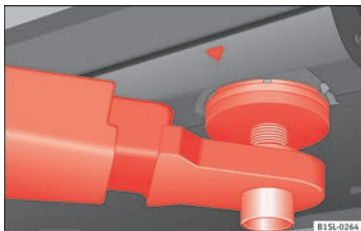
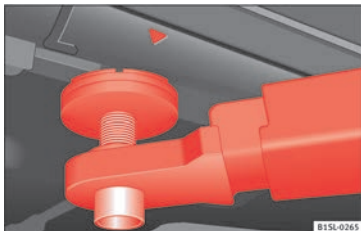

Fig. 96 Puntos de apoyo delanteros para elevar el vehículo con la plataforma elevadora o con el gato.
Fig. 97 Puntos de apoyo traseros para elevar el vehículo con la plataforma elevadora o con el gato.
Para levantar el vehículo deberá servirse únicamente de los puntos indicados en las figuras » fig. 96 y » fig. 97. Si no se eleva el ve-
- Elevar el vehículo sirviéndose únicamente de los puntos indicados en las figuras » fig. 96 y » fig. 97. Si no se eleva el vehículo por los puntos indicados, podría caerse de la plataforma elevadora al desmontar, por ejemplo, el motor o la caja de cambios.